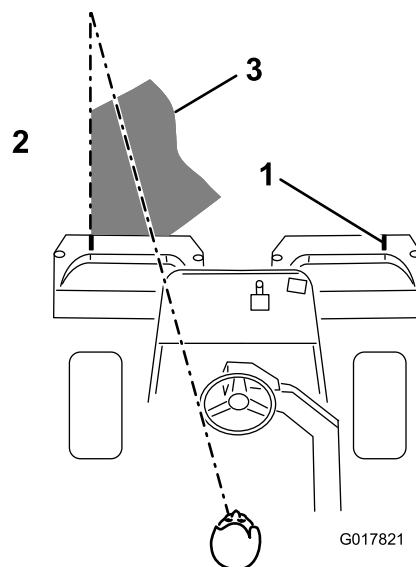

Figura 38
4. Debe haber un solape mínimo con las pasadas anteriores. Para ayudar a mantener una línea recta a través del green y mantener la máquina a la misma distancia de la pasada anterior, establezca una línea imaginaria desde un punto situado a 1,8–3 m aproximadamente por delante de la máquina, hasta el borde de la parte no segada del green (Figura 38). Puede ser útil incluir el borde exterior del volante como parte de la línea imaginaria, es decir, mantener el borde del volante alineado con un punto que se mantiene
siempre a la misma distancia de la parte delantera de la máquina (Figura 38).